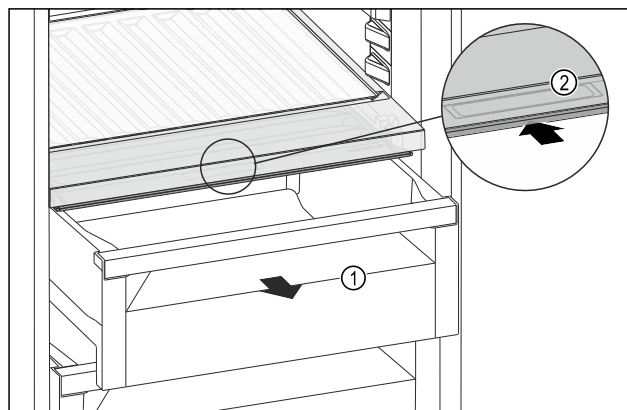

Fig. 263
- Izvlecite predal Fig. 263 (1).
- Primite prijemalno vdolbino Fig. 263 (2) na pokrovu predala in pokrov predala istočasno potisnite nazaj.